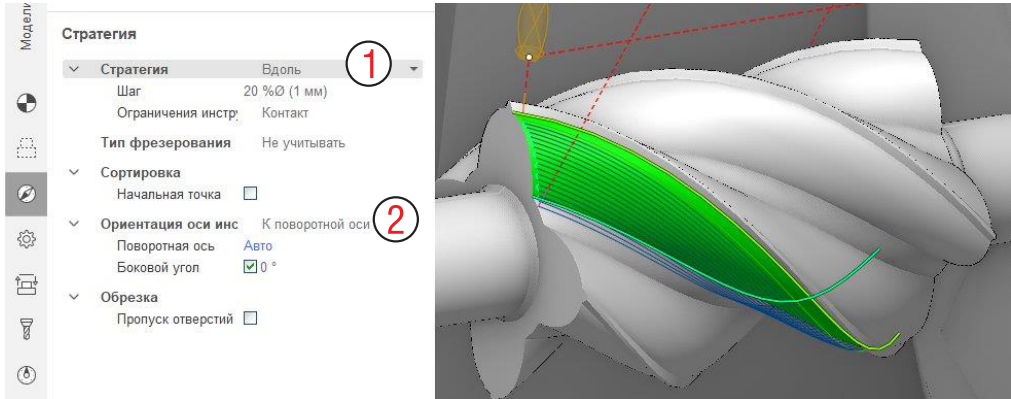

Рис. 12-8. Параметры стратегии операции Морфинг 4D.
На вкладке **Стратегия** задайте **Стратегию** значением **Вдоль** (1 на рис. 12-8), ориентация инструмента здесь задана значением **К поворотной оси** (2).